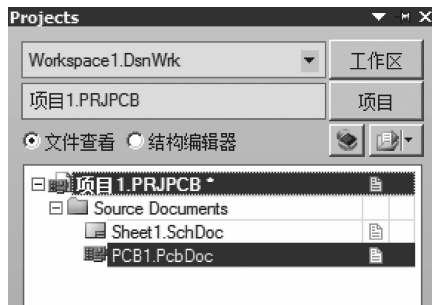

图 1-82 新建 PCB 文件
(5) 点击菜单：文件→创建→PCB，系统在当前项目下新建了一个名为 PCB1.PcbDoc 的 PCB 文件，并在工作窗口中打开，如图 1-82 所示。